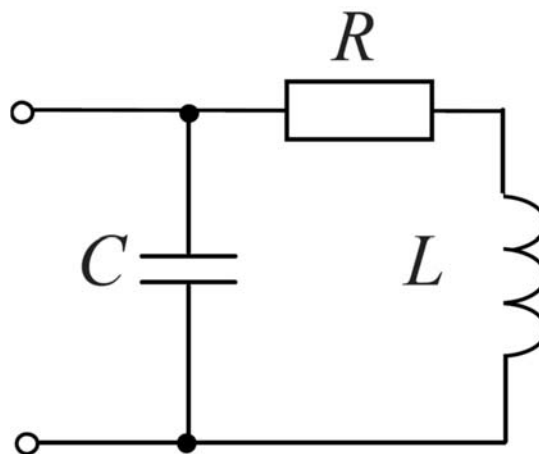

Рис. 26
3.6 Добротность катушки $Q_L = \frac{\omega L}{R}$ при резонансной частоте (рис. 26) равна 4. После настройки в резонанс частоту входного напряжения увеличили вдвое.